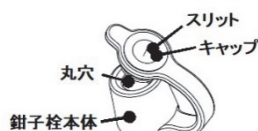

図 2
- (5) 挿入部の光沢消失や白線指標の変色、色あせがないこと。
(6) 操作部：U/D と R/L の各アングル操作ノブ、U/D アングルロック、R/L アングルロックの作動のざらつき、がたつき、引っ掛かり、操作部を軽く振ったときに異音があるなどの現象がないこと。
(7) 先端レンズの脱落を防止するため、ビデオ内視鏡先端部のレンズにキズ、欠け、脱落、汚れ、レンズ周辺のすきま、レンズの異常な飛び出しなどがいないことを確認すること。
(8) 送気/送水バルブの穴に異物が入っていないことを確認すること。また、チャンネル内に洗浄ブラシ片等の異物が遺残していないか確認すること。
(9) 鉗子栓のキャップのスリットまたは鉗子栓本体の丸穴に裂け、ひび割れ、変形、変色などの異常がないことを目視で確認すること(図2 参照)。